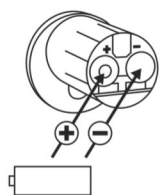

Abb. 3
- 3 Legen Sie zwei neue Batterien ein. Achten Sie dabei auf die korrekte Polung gemäß der Zeichnung (Abb. 3).